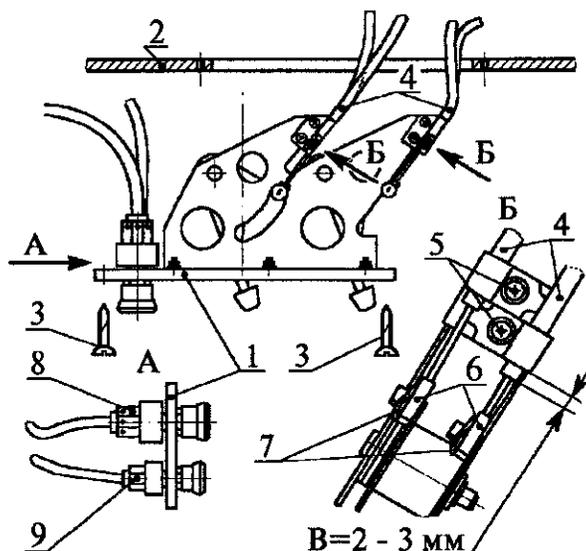

Рис. 25. Установка блока управления климатической установкой:
5.9. Установить блок 1 (рис. 25) управления климатической установкой в панели приборов 2 в последовательности, обратной снятию (см. п. 4.21), при этом руководствоваться следующими техническими требованиями: